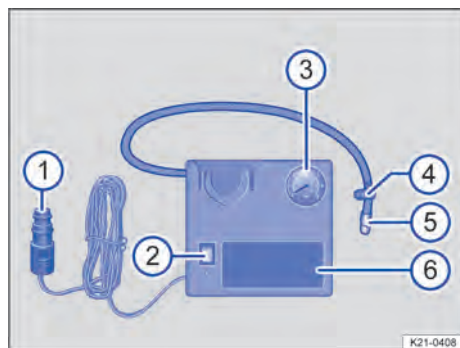

Fig. 221 Schéma de principe : compresseur d'air du kit de crevaison
1. Vissez fermement le flexible de gonflage → fig. 221 ⑤ du compresseur d'air sur la valve du pneu.
2. Veillez à ce que la vis de décharge de pression d'air → fig. 221 ④ soit fermée.
4. Branchez le connecteur 12 V → fig. 221 ① dans une prise de courant 12 V du véhicule → page 228.
5. Mettez en marche le compresseur d'air à l'aide de l'interrupteur MARCHÉ/ARRÊT → fig. 221 ②.
6. Faites fonctionner le compresseur d'air jusqu'à l'obtention d'une pression de 2,0 à 2,5 bar (29 à 36 psi/200 à 250 kPa) → ⚠ **Durée maximale de fonctionnement : 8 minutes** → ①.
2. Raccordez de nouveau le flexible de gonflage du pneu → fig. 221 ⑤ et consultez la pression de gonflage indiquée sur l'indicateur de pression de gonflage des pneus → fig. 221 ③.